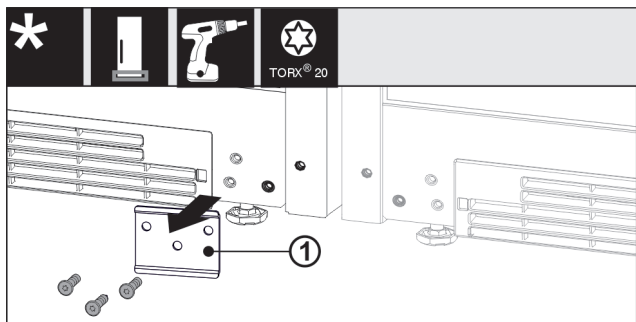

Fig. 14
- ▶ Отвинтите металлический лист Fig. 14 (1), если он установлен.